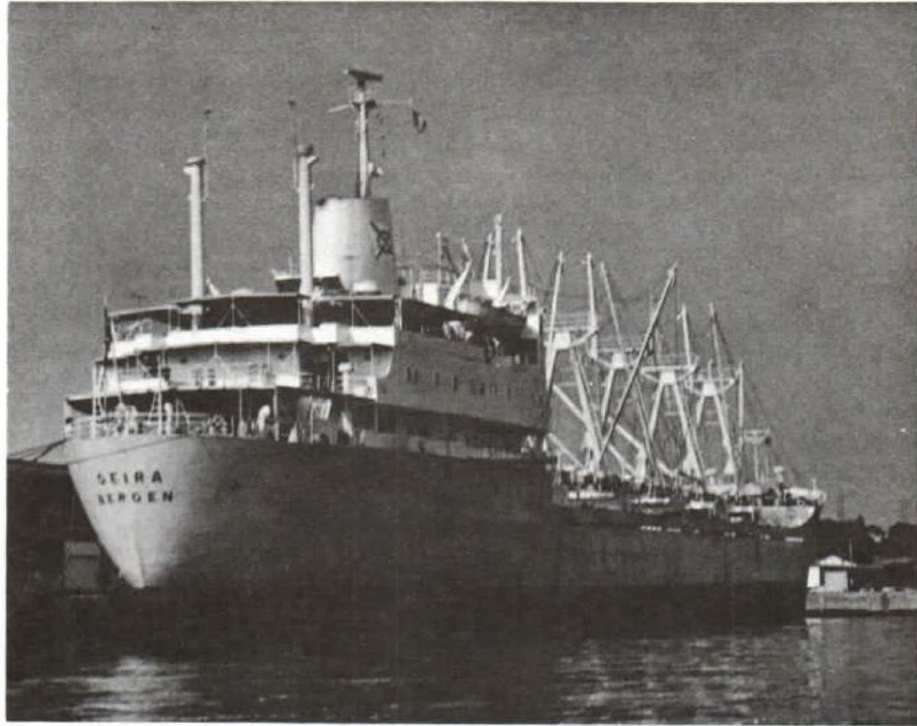

Figure 6-42
4. Cargo Vessels. These ships come in a variety of shapes and sizes. They are generally recognized by their cargo booms. Some cargo vessels also carry a limited number of passengers. See Figure 6-42.
4. Les cargos. Ils existent sous toutes sortes de tailles et de formes et on les reconnaît habituellement à leurs mâts de charge. Certains de ces cargos transportent aussi quelques passagers (voir la figure 6-42).